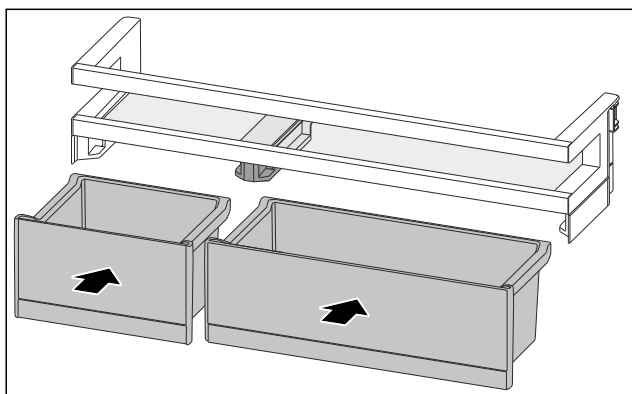

Fig. 84
- ▶ VarioBoxen in getauschter Anordnung einsetzen. (siehe Fig. 84)